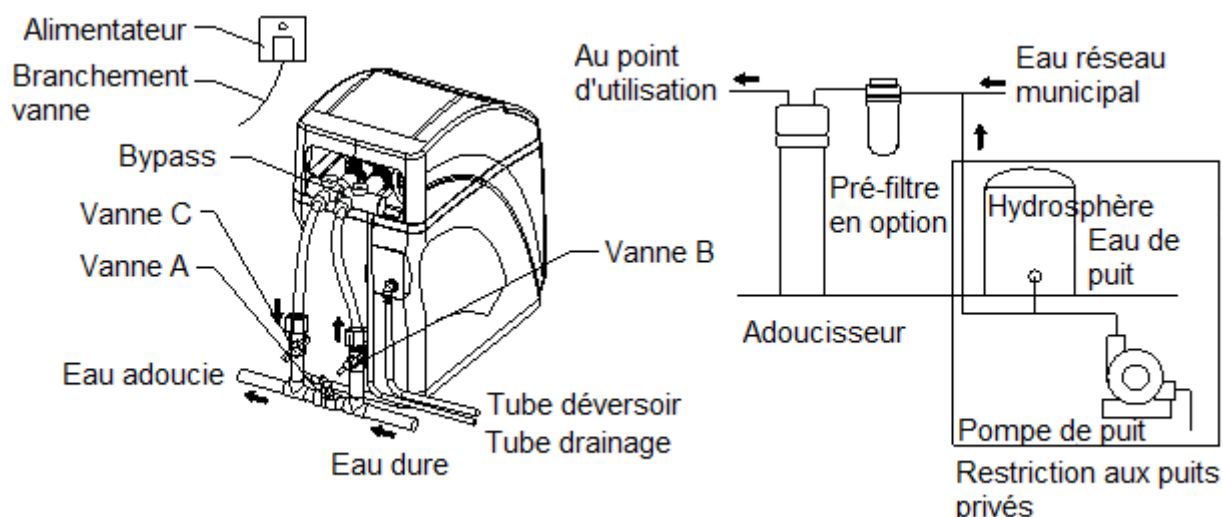

Figure 8.2. Schéma d'installation avec une K79 vanne
- L'installation des conduites et des branchements doit être conforme aux règles d'installation locales. L'arrivée et la sortie doivent être branchées à la tuyauterie de l'eau dans le même axe (voir l'image figure 8.2). Veillez à ne pas inverser la position de l'arrivée et de la sortie de l'appareil.
- Il est proposé une vanne de dérivation manuelle (bypass externe) entre l'arrivée d'eau principale et l'arrivée / sortie de l'adoucisseur, pour faciliter l'installation et la maintenance (voir l'image figure 8.2).
Figure 8.2: Installez 3 vannes à boisseau sphérique pour brancher la vanne de commande et les conduites d'arrivée et de sortie. La vanne A est raccordée entre l'arrivée et la sortie. La vanne B est raccordée avec l'arrivée de la vanne de commande. La vanne C est branchée à la sortie de la vanne de commande. En cas de réparation du réservoir de résine, il conviendra d'ouvrir la vanne A et de fermer les vannes B et C. En cas d'utilisation de l'appareil, il conviendra de fermer la vanne A et d'ouvrir les vannes B et C.